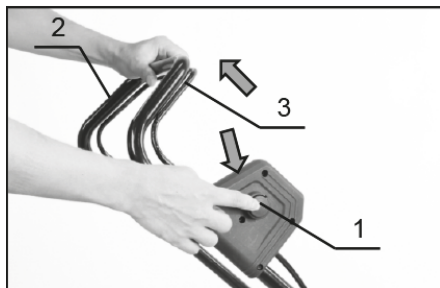

Рисунок 12. Схема запуску газонокосарки.
2. Вибрати стійку позу, міцно взяти двома руками руків'я виробу (2, рис. 12) та натиснути кнопку блокування від випадкового увімкнення (1, рис. 11), і не відпускаючи її, натиснути на важіль (3, рис. 12).
3. Після того, як електродвигун газонокосарки почне працювати, відпустити кнопку блокування від випадкового увімкнення (1, рис. 12).
4. Щоб вимкнути газонокосарку — відпустити важіль керування (3, рис. 12). Після цього кнопка (1, рис. 12) автоматично заблокує важіль від випадкового увімкнення.